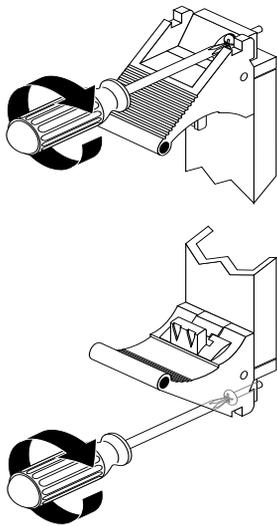

ABBILDUNG 4-7 Festziehen der Befestigungsschrauben der Verriegelungshebel
**7. Ziehen Sie mithilfe eines Kreuzschlitzschraubendrehers (Nr. 2) die beiden Befestigungsschrauben in den Verriegelungshebeln der Karte (oben und unten) fest (ABBILDUNG 4-7).**
**11. Ziehen Sie mithilfe eines Kreuzschlitzschraubendrehers (Nr. 2) die beiden Befestigungsschrauben in den Verriegelungshebeln der Karte (oben und unten) fest (ABBILDUNG 4-7).**